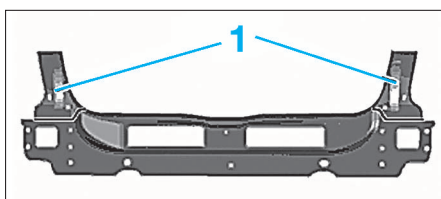

FIG. 31
- Déposer les pièces (1) (Fig.31).